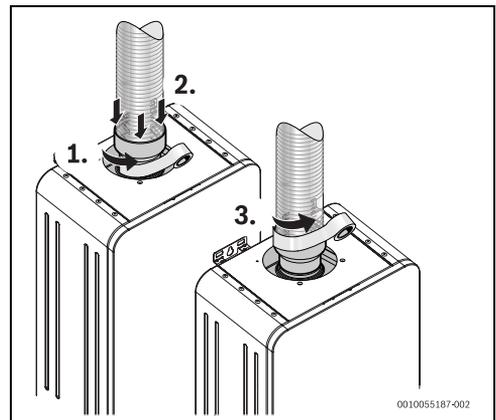

Fig. 24 Instalación tipo B23
- Estar aislado con material adecuado (fig. 24)